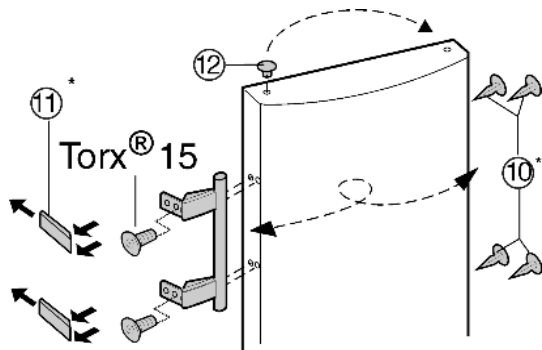

Fig. 7
- Trň Fig. 7 (12) z ložiskového puzdra dverí vyberte a premiestnite.
- Držadlo dverí, trň Fig. 7 (10) a prítlačné platničky Fig. 7 (11) odmontujte a premiestnite na opačnú stranu.